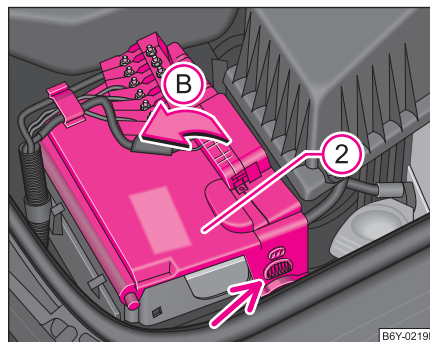

Fig. 147 Bateria: Răbatarea capacului
- Apăsați elementele de fixare de pe părțile laterale ale capacului bateriei ② ușor într-o parte ⇒ pagina 202, fig. 147.